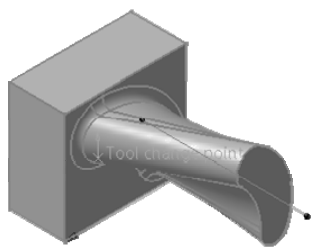

图 4-87 定义目标加工零件 (3)
4) 定义目标加工零件(3)。单击 Design part for simulation 按钮,系统自动隐藏“Part Operation”对话框,在图形区选择打开的实体模型作为目标加工零件,如图4-87所示,然后双击空白处返回“Part Operation”对话框。